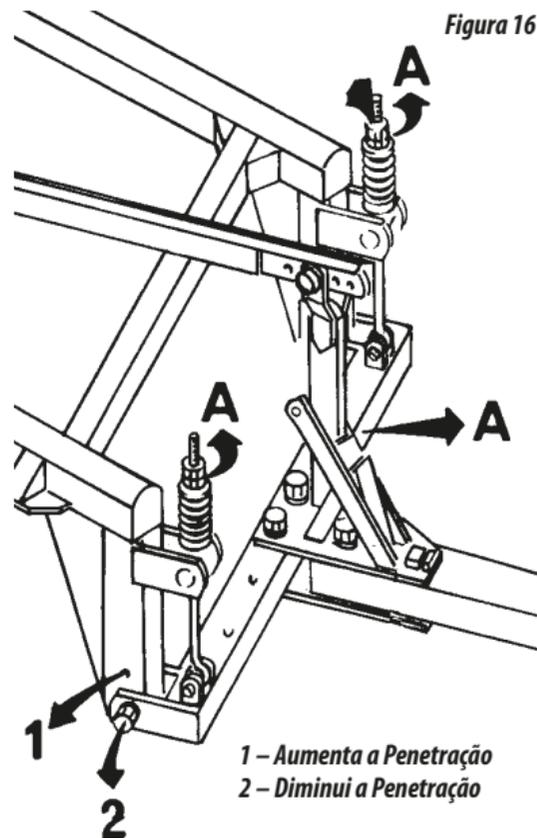

Figura 16
01 - No montante são soldados os braços de engate, que possuem dois orifícios conforme figura 16, cuja finalidade principal é o nivelamento do cabeçalho da grade em relação a barra de tração do trator.
01 - Deixar uma folga de 10 a 20 mm entre a porca e o encosto da mola do varão estabilizador; observar também uma folga de 10 a 20 mm entre o suporte do varão estabilizador e o encosto da chapa superior do cabeçalho conforme a letra "A" da figura 16.
- 03 - Não vire para o lado direito, observar figura 16. O terreno gradeado deverá ficar sempre à esquerda do tratorista.